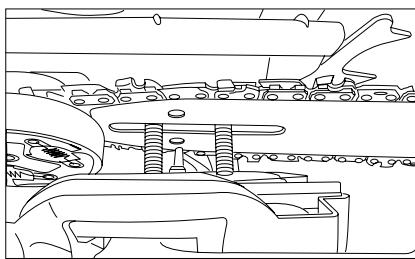

Рис. 9
9. Установете обратно защитния капак заедно с щит на спирачка на веригата така, че болтове да се поставят в предназначени за тях отвърстия, а регулировъчен щифт на натягане на веригата се постави в долното отвърстие на шината (рис. 9).